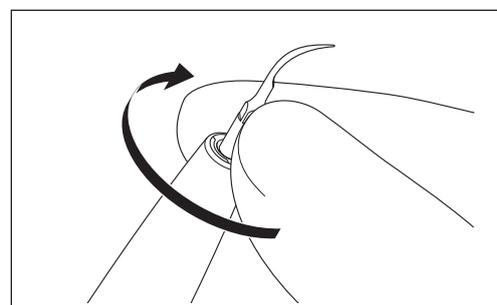

Fig. 15
- 2) Inserire la punta nell'estremità distale e avvitare finché non è lievemente serrata (Fig. 15).